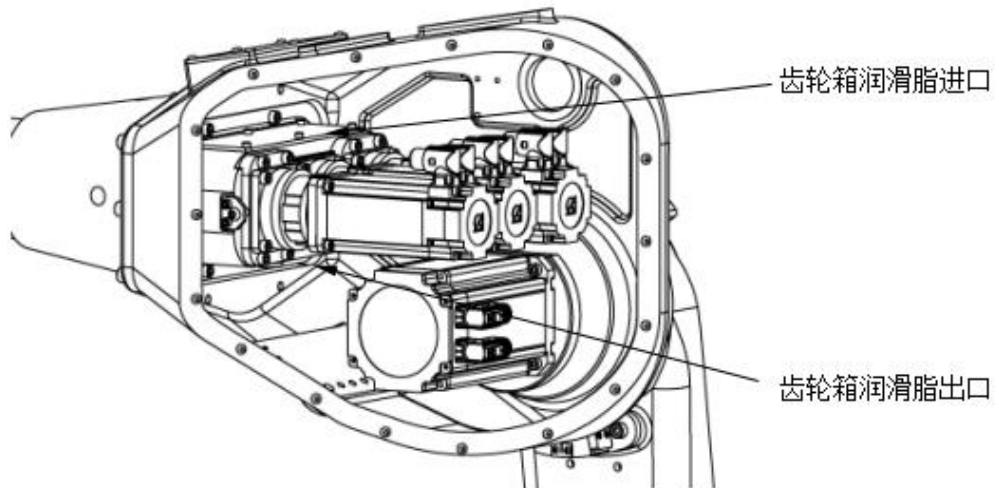

图 4-4 更换齿轮箱润滑油
- 4) 移去齿轮箱上面盖板和下方润滑油排口内六角螺塞 M10X1，见图 4-4。